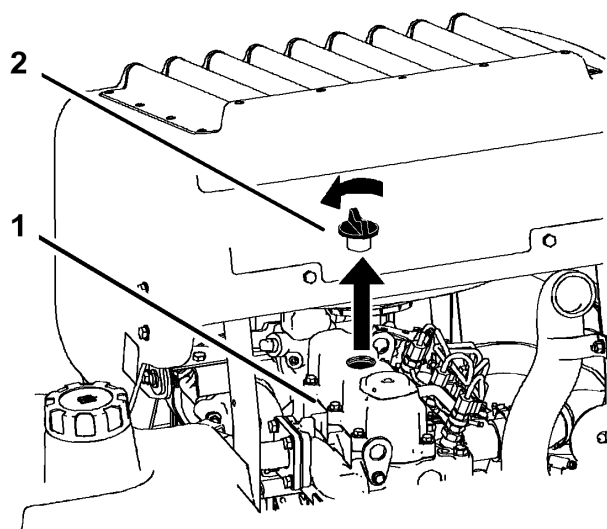

Figura 37
6. Retire el tapón de llenado de aceite de la parte superior del motor (Figura 37). Esto facilitará el vaciado del aceite.
2. Retire el tapón de llenado y la varilla (Figura 37).